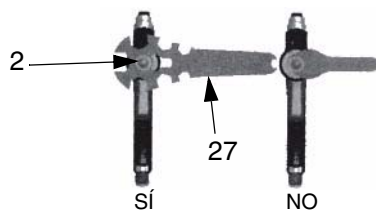

FIG. 5
2. Dispare la pistola mientras desmonta la boquilla (2) con la herramienta para pistolas (27). Vea FIG. 5.